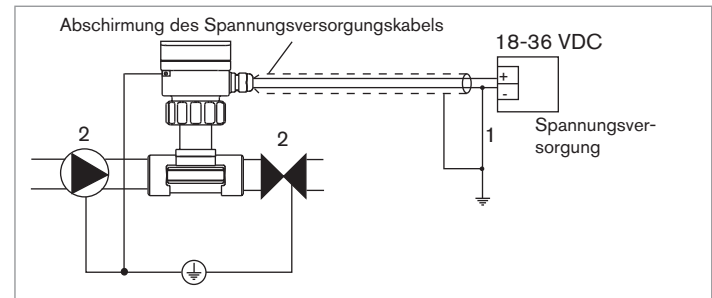

Bild 14: Erdung des Transmitters
- Den Minuspol der Spannungsversorgung an die Erde anschließen, um die Auswirkungen von Gleichtaktströmen zu unterdrücken. Wenn die Verbindung nicht direkt vorgenommen werden kann, kann ein Kondensator mit 100 nF/50 V zwischen den Minuspol der Stromversorgung und der Erde geschaltet werden (Punkt 1 in *Bild 14*).
- die verschiedenen Geräte aus Metall (Ventil, Pumpe usw.) (Punkte 2 in *Bild 14*), die sich in der Nähe des Transmitters befinden, an dieselbe Erde anschließen.
- Stromauf- und -abwärts des Transmitters Metallstücke (nicht mitgeliefert) in die Kunststoffrohre einführen (Punkte 2 in *Bild 14*).
- diese Metallstücke mit derselben Erde verbinden (*Bild 14*).